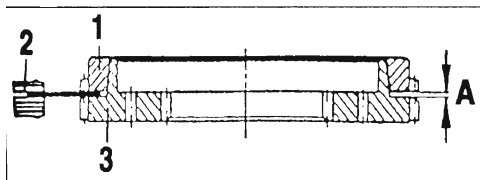

Рис. 3.47. Проверка степени износа синхронизатора.
**Примечание:** перед установкой этих деталей необходимо проверить степень их износа (см. рис. 3.47).